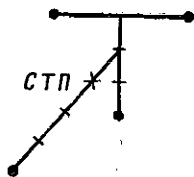

Рис. 49. Определение средней точки попадания по четырем пробойнам
79. Для определения средней точки попадания по четырем пробойнам надо соединить прямой линией две какие-либо пробойны и расстояние между ними разделить пополам; полученную точку деления соединить с третьей пробойной и расстояние между ними разделить на три равные части; точку деления, ближайшую к двум первым пробойнам, соединить с четвертой пробойной и расстояние между ними разделить на четыре равные части. Точка, отстоящая на три деления от четвертой пробойны, и будет средней точкой попадания (рис. 49).